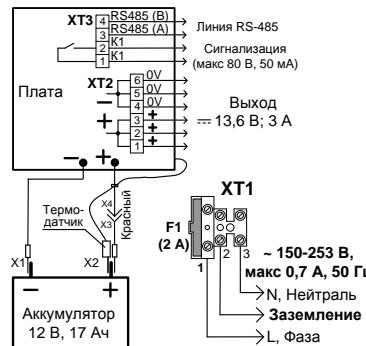

Рис. 2
При подключении внешнего питающего напряжения 220 В к сетевой колодке ХТ1 необходимо соблюдать правильность подключения проводов «фаза», «нейтраль» и «заземление». Подключение цепей к РИП производить в соответствии с рис. 2. Схема подключения расположена на внутренней стороне корпуса РИП.
3.2.4 Согласно схеме соединений (рис. 2):
б) изъять из колодки вставку F1 (2 А), подключить сетевые провода к входной колодке (фаза (L) должна быть подключена к XT1:1, см. рис. 2);
г) подключить согласно проекта на систему выход оптореле K1 и линию связи RS-485 (см. рис. 2).